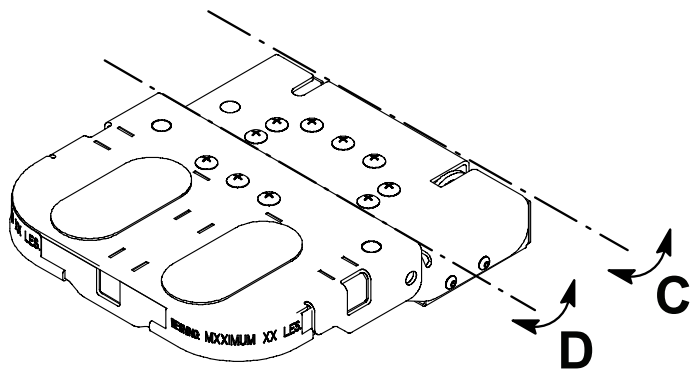
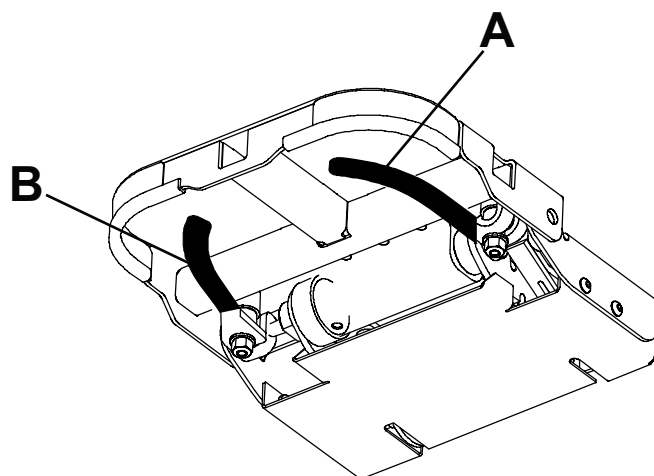

图 4 – 旋转头板
图 5 – 把手位置
- 把手 (A) (图 5) 释放一个插门，并在轴 (C) (图 4) 上旋转头板。
- 把手 (B) (图 5) 释放另一个插门，并在轴 (D) (图 4) 上旋转头板。